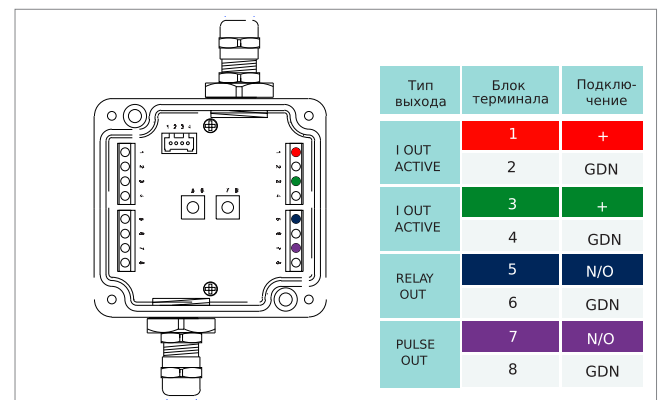

Рис. 7. Коробка операционных выходов
- В иллюстрации ниже (Рис. 7) приводится обзор распределения выходного терминала.